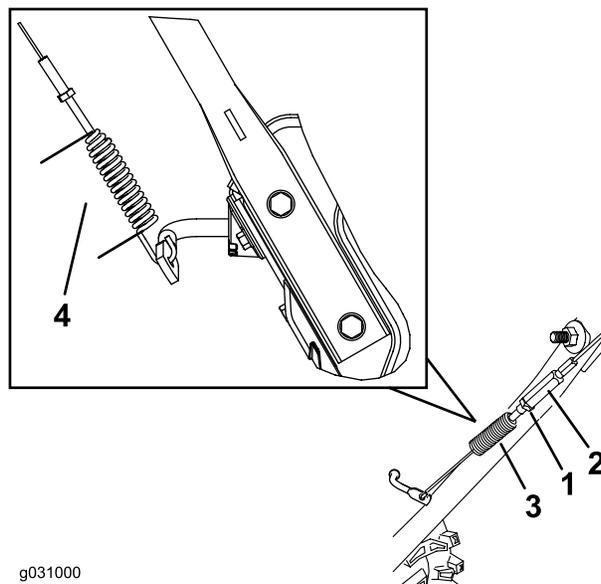

Bild 38
- Lösen oder ziehen Sie die Spannschraube an, um die Federlänge auf 7 cm einzustellen (Bild 38).
- Ziehen Sie die Klemmmutter (Bild 38) an und stellen Sie sicher, dass der Antriebsbowdenzug etwas gespannt ist.